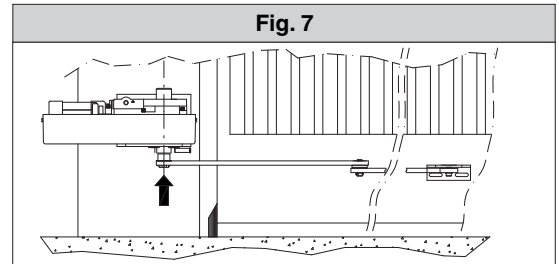

Fig. 8
- La posizione corretta che deve assumere il braccio dell'attuatore, è quella rappresentata in fig.8. Il punto di attacco all'anta, si individua posizionando il braccio in modo da rispettare la quota rappresentata in fig.8.